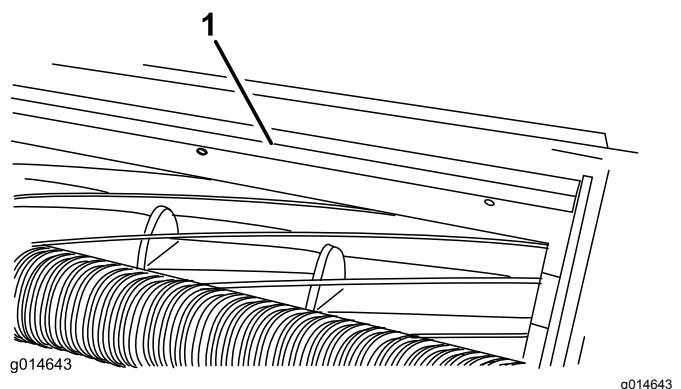

Bild 11
1. Lockern Sie die Schrauben, mit denen die obere Leiste an der Schneideeinheit befestigt ist (**Bild 11**).